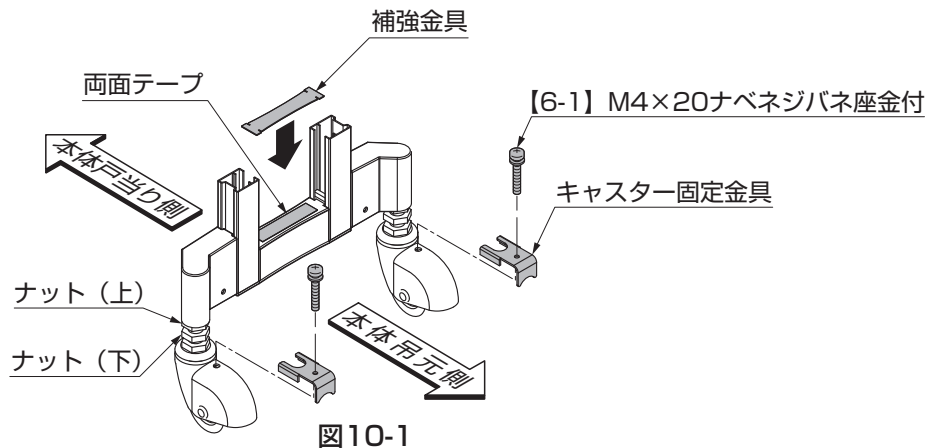

図10-1
- ①キャスターについている「ナット(下)」を上あげてください。(図10-1参照)
- ③【6-1】をキャスター固定金具にネジ止めし、キャスターの孔にネジが貫通するように組付けてください。(図10-1参照)
- ⑤キャスター固定金具に同梱されている両面テープを縦棧下キャップの上面に貼り付けてください。(図10-1参照)
- ⑥補強金具を縦棧下キャップに貼り付けてください。(図10-1参照)